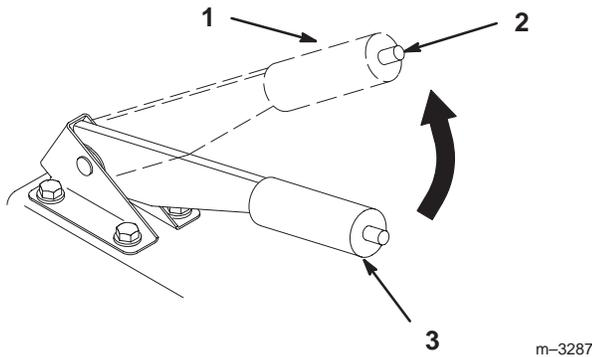

Figure 9
2. Tirez sur le frein de stationnement pour le serrer (Fig. 9). Une fois serré, le frein de stationnement ne doit plus bouger.
1. Appuyez sur le bouton situé au bout du levier de frein et abaissez le levier pour le desserrer (Fig. 9).